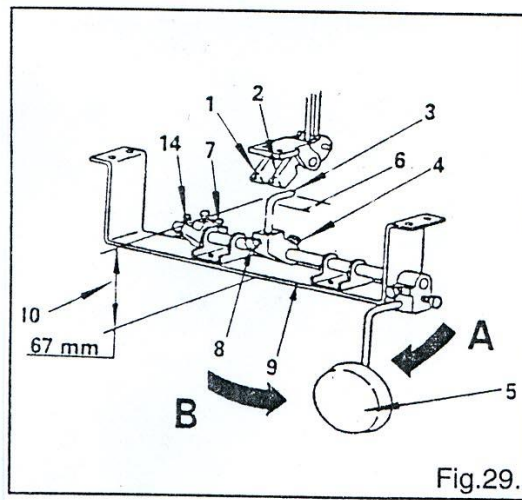

Fig.29.
3. На (Рис. 29) показана установка коленоподъемника для управления шириной стежка.